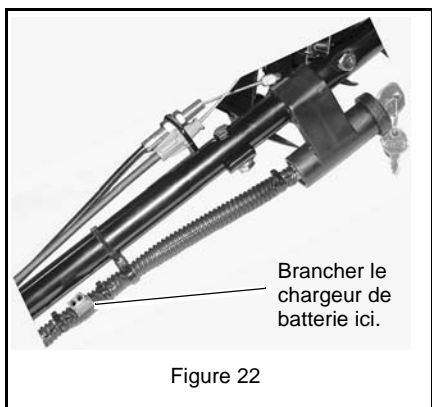

Figure 22
1. Brancher le chargeur de batterie au faisceau électrique. Voir Figure 22.